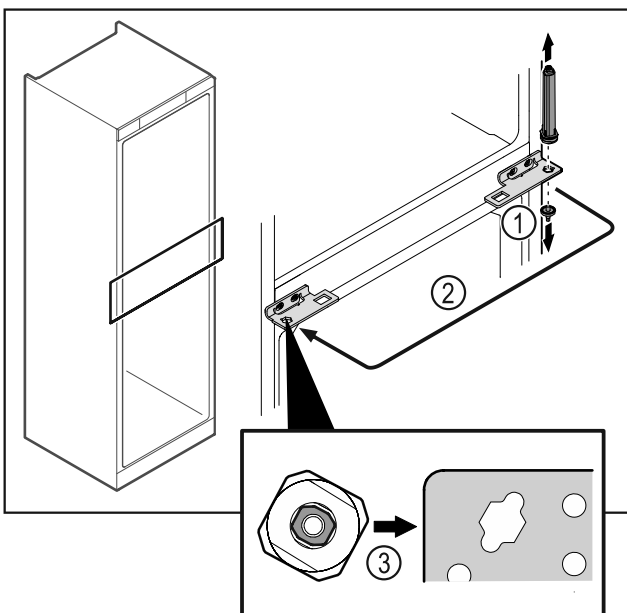

Fig. 43
- ▶ Scharnierbout Fig. 43 (1) losschroeven.
- ▶ Deursluitsysteem Fig. 43 (2) verplaatsen.
- ▶ Let erop dat bij het plaatsen de boutafschuining Fig. 43 (3) naar het ronde gat wijst.